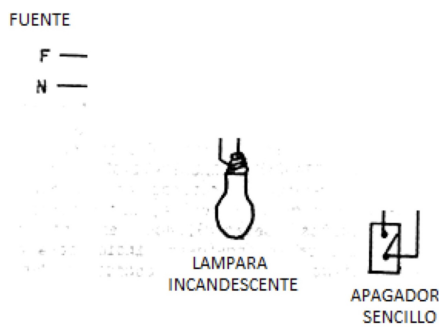

Figura 4
3. Arme el circuito de la figura 4.
- Dibujar la conexión de una lámpara controlada con dos apagadores de tres vías o de escalera, utilizando puentes comunes. Usar figura 4.